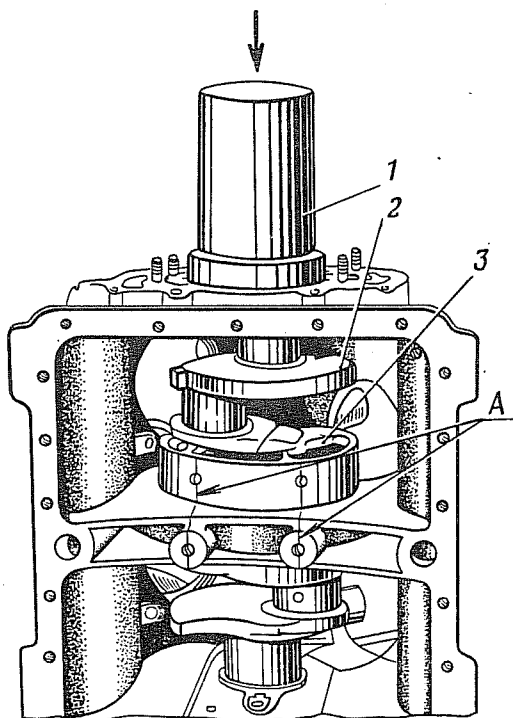

Рис. 26. Запрессовка средней опоры в сборе с коленчатым валом в картер:
1.35. Установить картер двигателя на плиту прессы торцом со стороны маховика. Нанести рисками на внутренней перегородке картера и на торце опоры среднего подшипника оси отверстий крепления опоры (рис. 26). Ввести коленчатый вал в сборе со средней опорой 3 подшипника в картер, совместить риски на картере и опоре и запрессовать опору в картер (пресс гидравлический, кернер, молоток 500 г, оправка). Снять картер с прессы.